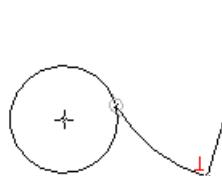

图 4.11.18 圆弧与直线垂直
- 如图 4.11.18 所示, 红色的 \perp 表示圆弧与直线垂直。